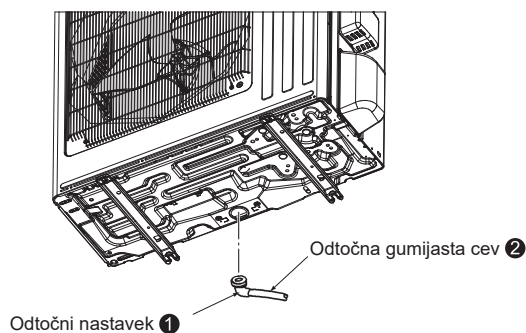

Fig. 4-1
4. Odtočni cevovod zunanje enote (Fig. 4-1)